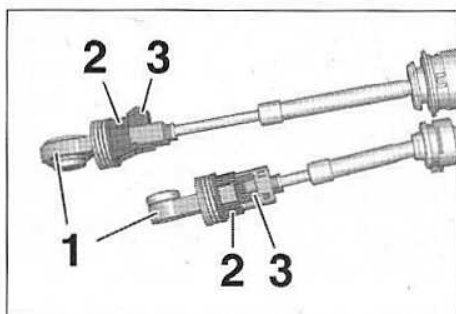

FIG.20
- Désaccoupler les rotules (1) (Fig.20).